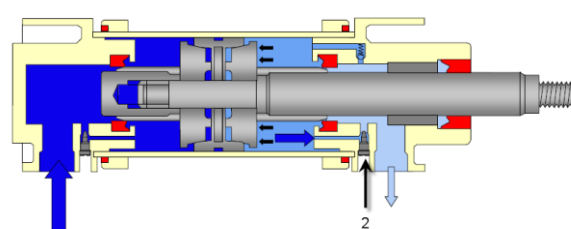

Fig. 13.
L'air qui se trouve encore emprisonné dans la chambre du vérin (Fig. 13) doit s'échapper par un limiteur de débit (2). Si le limiteur est bien réglé un coussin d'air effectue une force sur le piston qui ralentit sa vitesse.